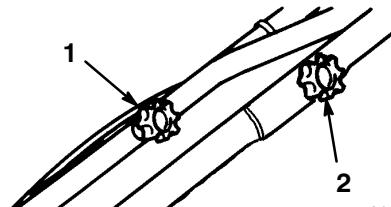

Figure 1
2. Retirer le bouton de gauche et son boulon, et le remonter du côté intérieur du mancheron (Fig. 1).